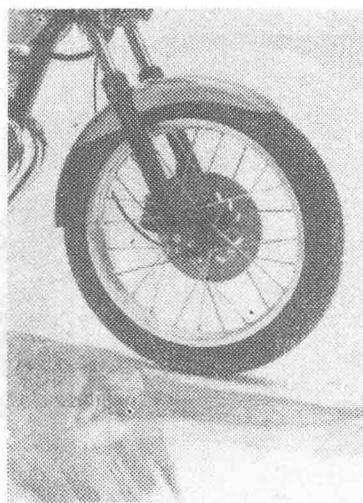

图 32
⑨ 辐条轮辋车轮由36~40根金属辐条将轮毂和轮辋连接在一起，重量较轻。为了进一步减少重量，有的车轮的辐条减少到24根。另外，也有为了追求造型，将辐条增加到50根的(图32)。